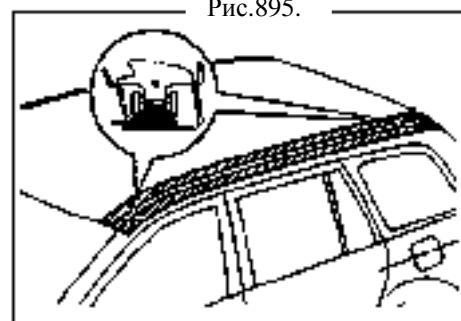

Рис.895.
1. Снимите верхнюю левую облицовочную ленту [68000128] (рис.895).